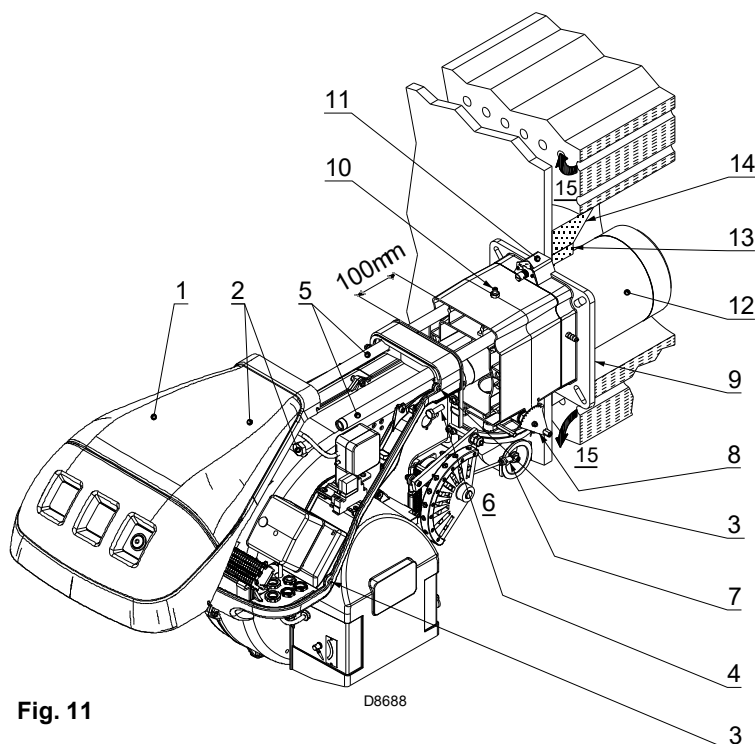

Fig. 11
La protezione deve consentire al boccaglio di essere estratto. Vedere Fig. 11.
Separare quindi la testa di combustione dal resto del bruciatore, Fig. 11.
Effettuata questa eventuale operazione, fissare la flangia 11)(Fig. 11) alla piastra della caldaia interponendo lo schermo isolante 9)(Fig. 11) dato a corredo.
- rimontare il bruciatore sulle guide 3) a circa 100 mm dal manicotto 4) - bruciatore nella posizione illustrata dalla Fig. 11;